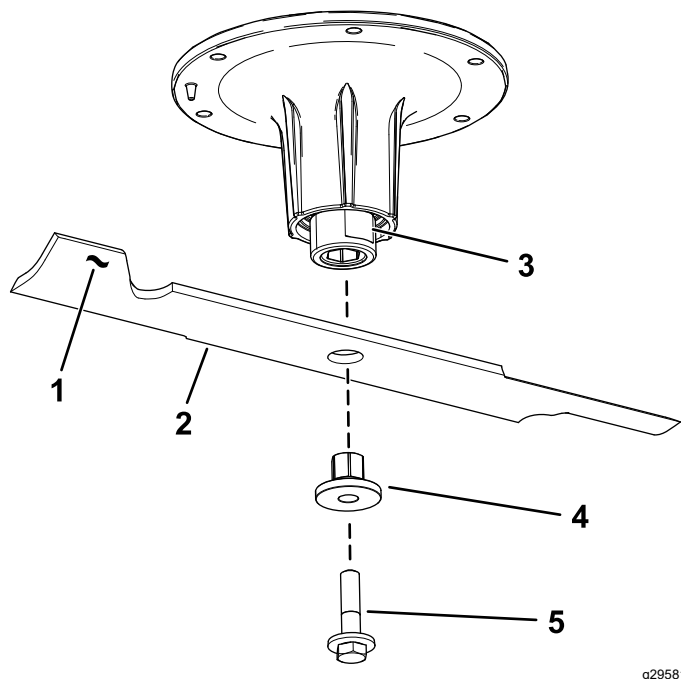

Figura 94
2. Retire el perno de la cuchilla, el buje y la cuchilla del eje (**Figura 94**).